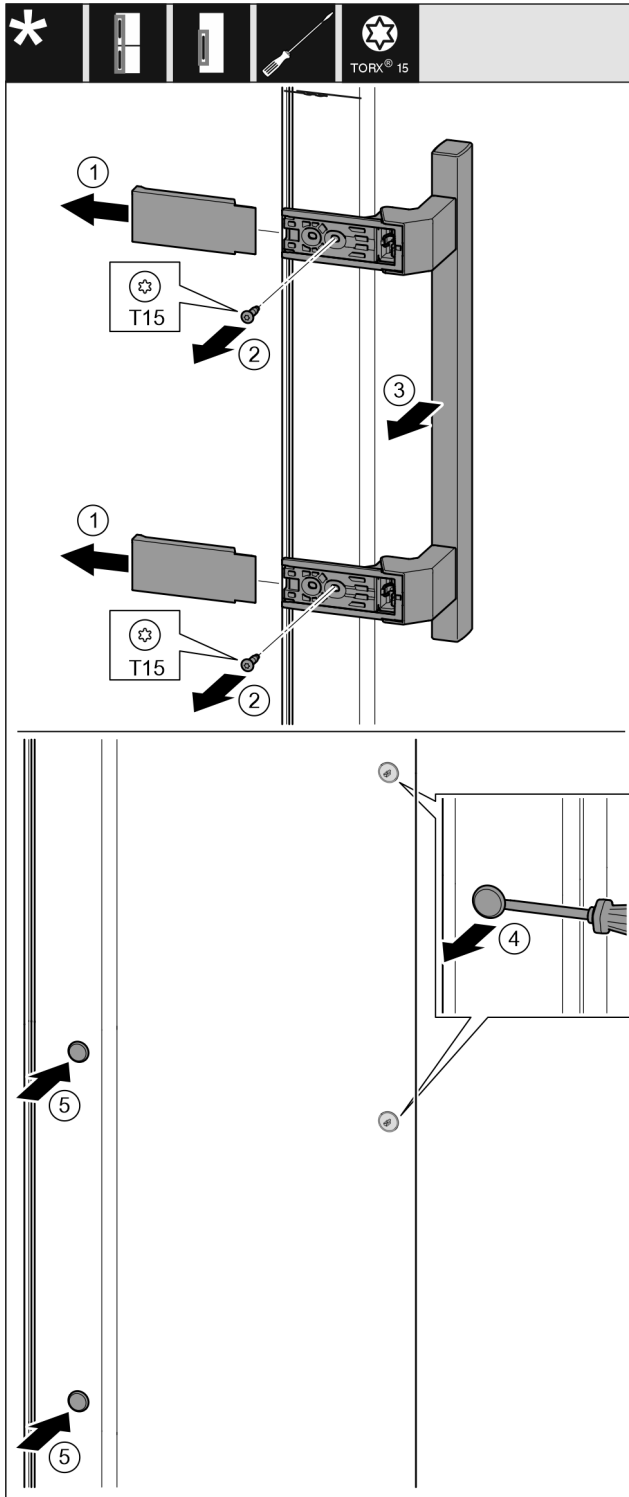

Fig. 37
- ▶ Abdeckung abziehen. Fig. 37 (1)
- ▶ Schrauben mit Schraubendreher T15 herausdrehen. Fig. 37 (2)
- ▶ Griff abnehmen. Fig. 37 (3)
- ▶ Seitlichen Stopfen vorsichtig mit einem Schlitzschraubendreher anheben und herausziehen. Fig. 37 (4)
- ▶ Stopfen auf der anderen Seite wieder einsetzen. Fig. 37 (5)